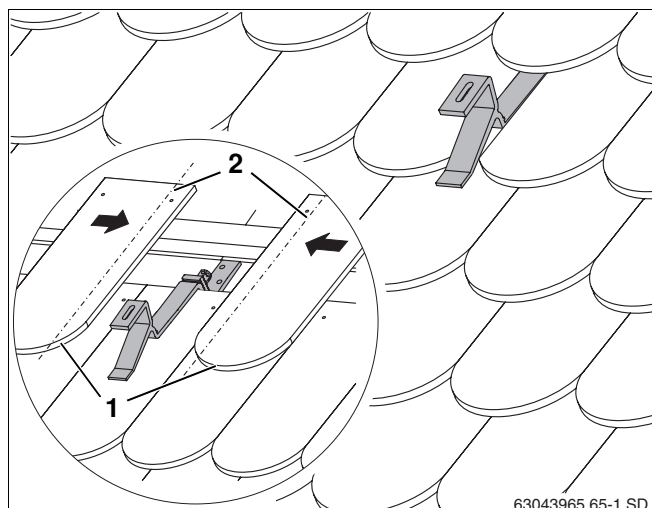

Fig. 20 Crochet de fixation sur toit couvert
- ▶ Découper les tuiles plates contiguës (fig. 20, **pos. 1**) (ligne en pointillés, fig. 20, **pos. 2**).